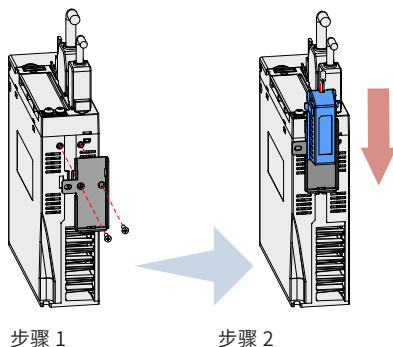

图 3-9 绝对值编码器电池盒安装示例图 (sizeA 机型, 仰视图)
- a) sizeA 机型请选用两个平头螺钉固定 (图 3-9)。